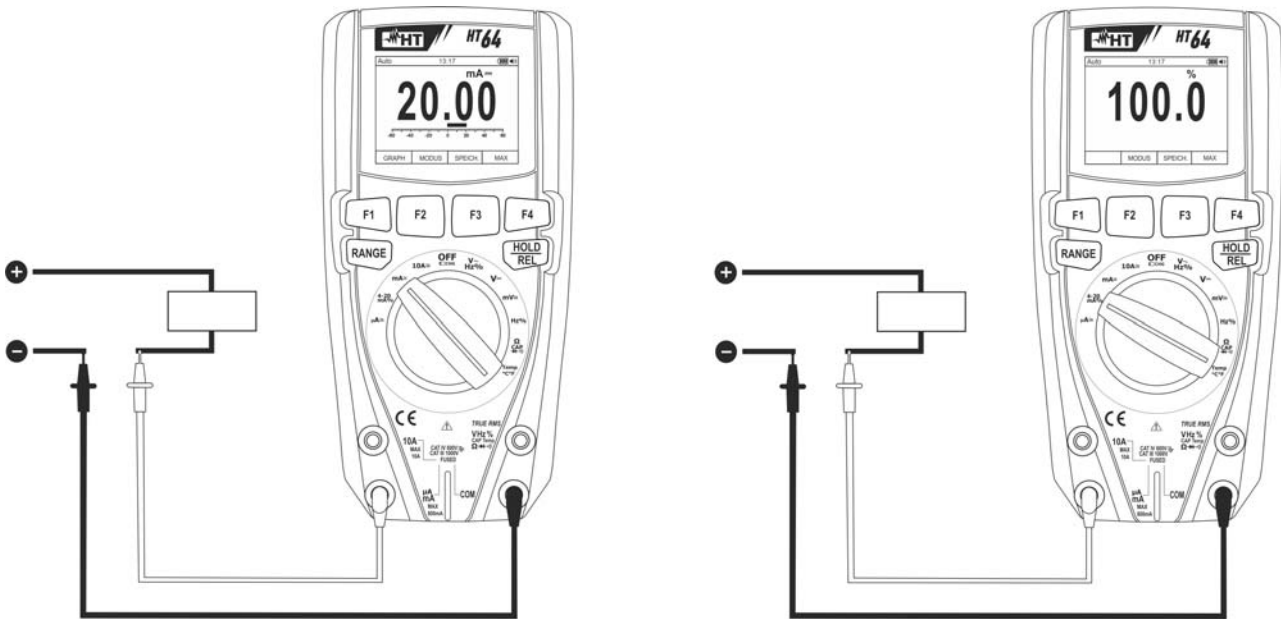

Abb. 29: Verwendung des Gerätes für Gleichstrommessung und 4-20mA% Ablesung
4. Verbinden Sie die rote und die schwarze Messleitung in Reihe mit dem Kreis, dessen Strom Sie messen möchten, und dabei achten Sie auf die Strompolarität und -richtung (siehe Abb. 29).
6. Der Gleichstromwert (siehe Abb. 29 – linke Seite) erscheint auf dem Display.
7. Der Wert der Ablesung 4-20mA% (0mA = -25%, 4mA = 0%, 20mA = 100% und 24mA = 125%) (siehe Abb. 29 – rechter Teil) erscheint auf dem Display. Der Bargraph ist bei dieser Funktion nicht aktiv.
9. Das Symbol "-" auf dem Display des Gerätes gibt an, dass der Strom die umgekehrte Richtung mit Bezug auf den Anschluss in Abb. 29 hat.